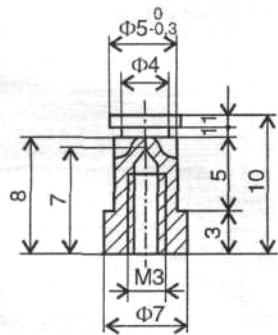

Figura 5
- BOLTUL (poz. 7) este elementul de legatura dintre sistemul de actionare al capsulei vacumatrice si PLACA CIRCUITULUI IMPRIMAT (poz. 8), pe care sunt montate toate piesele electronice. Desenul cu dimensiunile sunt prezentate in **figura 5**. Se executa din bară de alama sau OL;